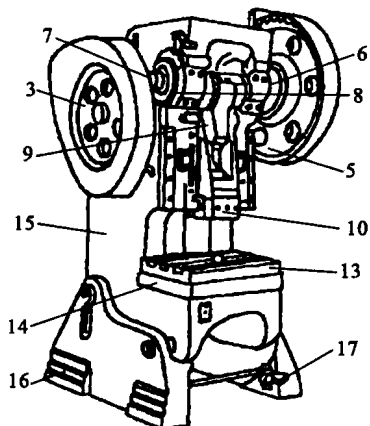
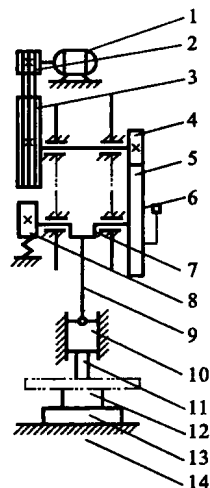

图 3-1 冲床外形图
图 3-2 冲床传动图
4. 图 3-1 为冲床外形图,图 3-2 为冲床传动图。根据图示标出冲床传动简图中各部分的名称。